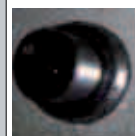

Fig.12.1
- 4) Premere il pulsante del termostato per riarmare la stufa Fig.12.1.